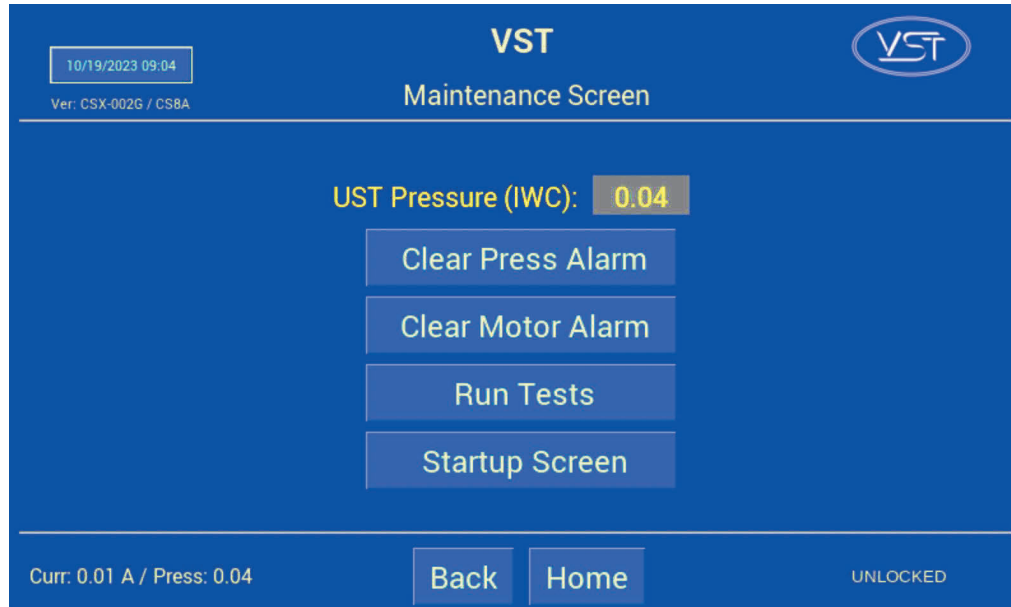

Figura 6-5: Pantalla de mantenimiento
1. En el panel de control de VST, verifique que aparezca la pantalla de mantenimiento en el PLC. **Vea la Figura 6-5.** (La GREEN MACHINE ahora está en el modo Manual OFF [apagado manual] y no funcionará.)
6. En la pantalla de mantenimiento, presione el botón "Startup" para navegar a la pantalla de inicio. La contraseña para esta pantalla es “1793”. **Vea la Figura 6-5**.